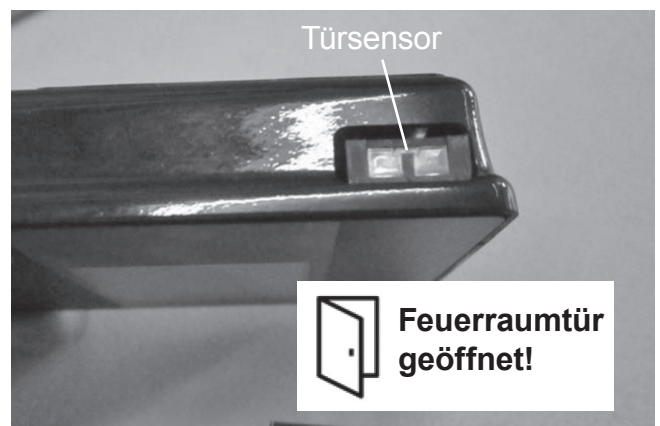

Abb. 17: Anzeige Betriebszustand
An der Oberkante des **Steuergerätes ORANIER OrKa-Control (1)** ist ein Türsensor (Lichtschranke) angebracht (Abb. 17):
Die geöffnete Feuerraumtür wird durch ein entsprechendes Piktogramm in der Betriebszustandsanzeige angezeigt (Abb. 17).